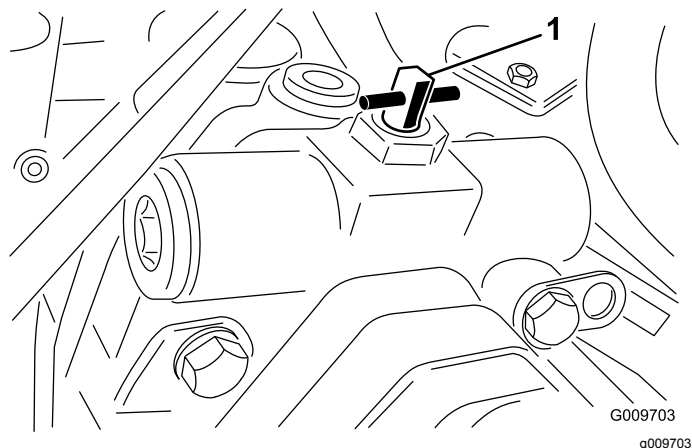

Bild 40
3. Drehen Sie das Sicherheitsventil um eine Vierteldrehung nach rechts oder links, um es zu öffnen und das Öl intern umzuleiten (Bild 40).
2. Drehen Sie das Sicherheitsventil um eine Vierteldrehung nach rechts oder links, um es zu öffnen und das Öl intern umzuleiten (Bild 40).